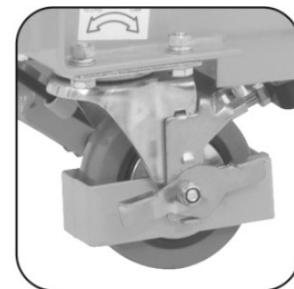

Fig. 6 –
- c. Para trabamiento de las ruedas delanteras, accione los pedales del freno, ver fig. 6.